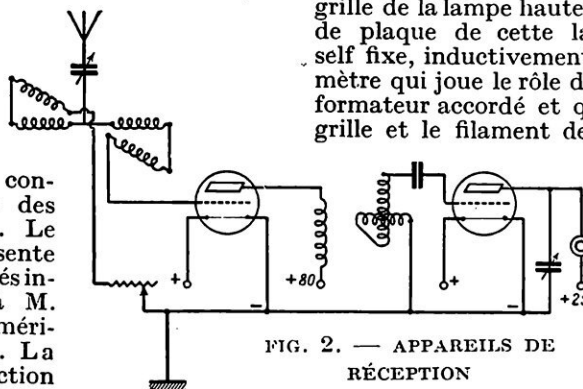

FIG. 2. — APPAREILS DE RÉCEPTION
**Appareils de réception** (fig. 2). — L'antenne est accordée par un condensateur variable en série et par un variomètre, constitué, en réalité, par la moitié du rotor et la moitié du stator d'un variomètre ordinaire montées en série. Dans le circuit antenne-terre, se trouve une résistance variable destinée à augmenter l'amortissement de ce circuit et à arrêter à volonté les oscillations de la lampe haute fréquence. L'autre moitié du variomètre accordé automatiquement la grille de la lampe haute fréquence. Le circuit de plaque de cette lampe comprend un self fixe, inductivement couplée à un variomètre qui joue le rôle de secondaire de transformateur accordé et qui est placé entre la grille et le filament de la lampe détectrice.